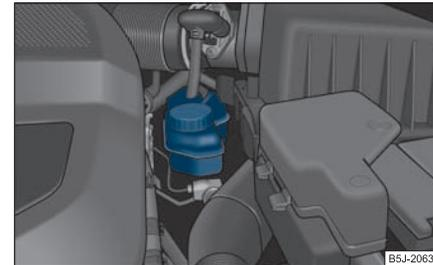

Fig. 180 Vano motor: Depósito del líquido de frenos
- Verifique el nivel de líquido de frenos en el depósito ⇒ fig. 180. El nivel debe encontrarse entre las marcas “MIN” y “MAX”.